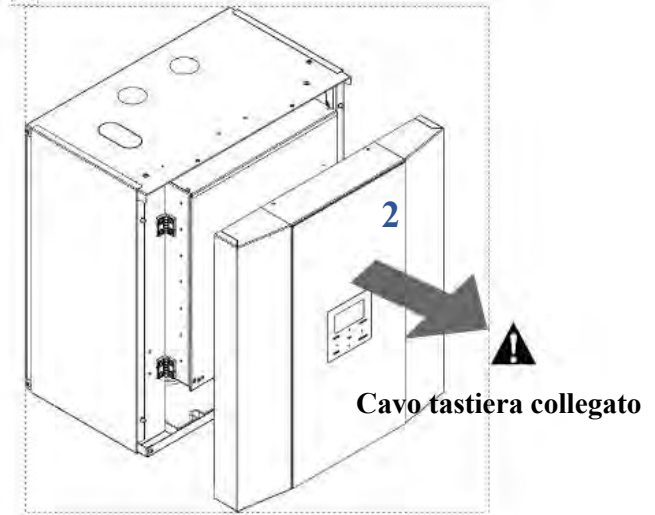

Figura 11A – rimozione viti
- Rimuovere il pannello (2) mostrato in Figura 11A.